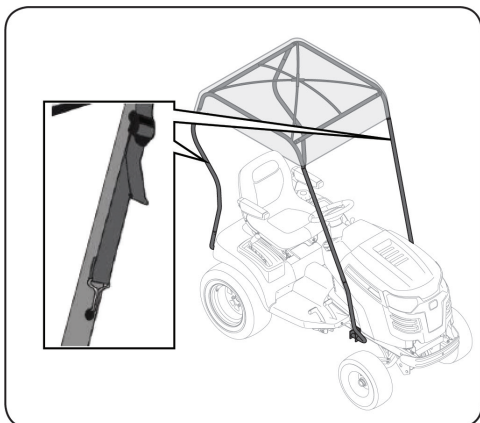

Figure 3-8
- Il y a huit sangles en velcro à l'intérieur du pare-soleil; quatre sangles à l'avant et quatre sangles à l'arrière. Attachez les huit sangles pour fixer l'avant et l'arrière du pare-soleil. Voir Figure 3-8.